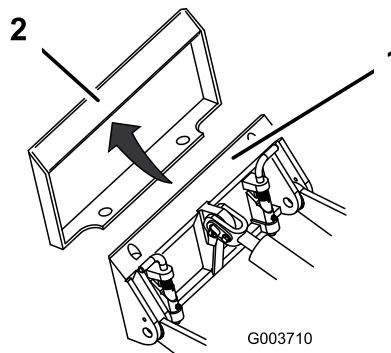

Figura 24
4. Posizionate la piastra di montaggio sul bordo superiore della piastra ricevente dell'attrezzo (Figura 24).